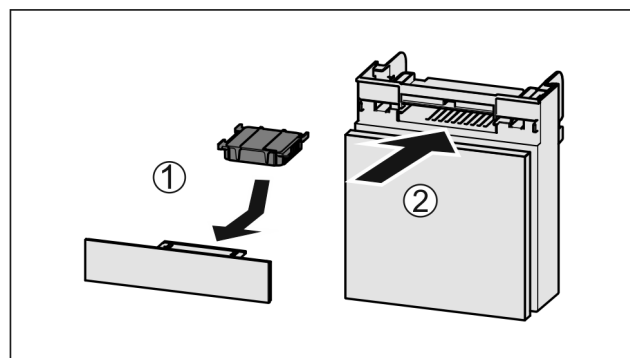

Fig. 58
- ▶ 按图装入 Fig. 58 (1) 活性炭过滤器。
- ▶ 推入 Fig. 58 (2) 抽屉。